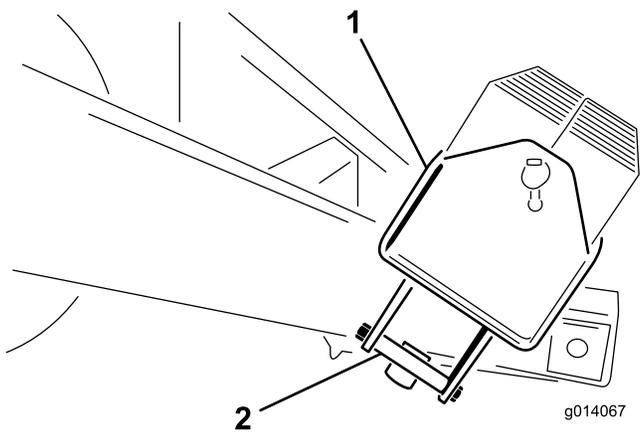

图5
2. 卸下承载配重块箱的安装支架上的 1/2 x 5-1/2 英寸螺栓。丢弃安装支架（图5）。